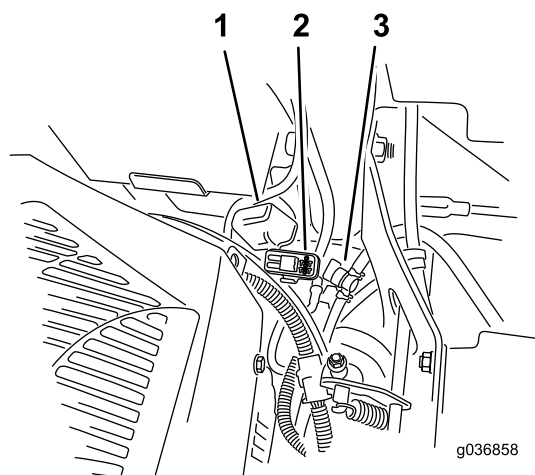

Figure 84
**Remarque:** Pour les tondeuses MyRide, assurez-vous que le câble de masse ne frotte pas contre le bras tiré ou le support inférieur de l'amortisseur (Figure 84).
Les fusibles sont situés sur la console droite, près du siège (Figure 84).
2. Remplacez le fusible (Figure 84).